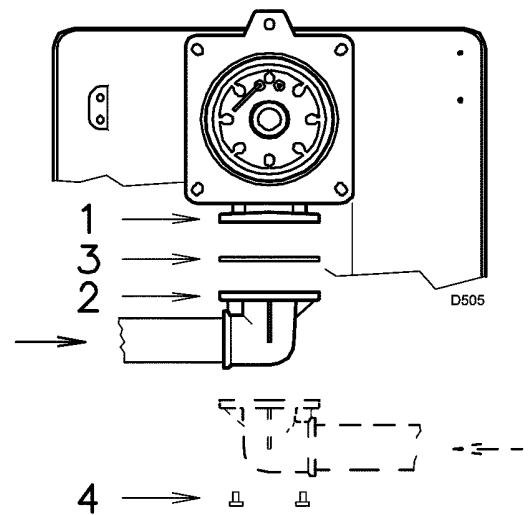

Рис. 19
- Рампа может присоединяться как слева, так и справа, как вам удобнее, смотри рисунок 19.
- Газовая рампа присоединяется к разьему для газа (1) (рисунок 19) с помощью фланца (2), прокладки (3) и винтов (4), которые входят в комплект поставки горелки.